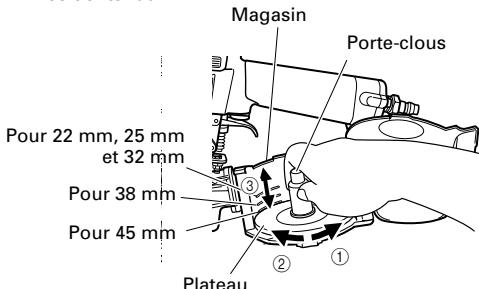

Fig. 2
(2) Ajuster la position du porte-clous en fonction de la longueur des clous. (Fig. 2)